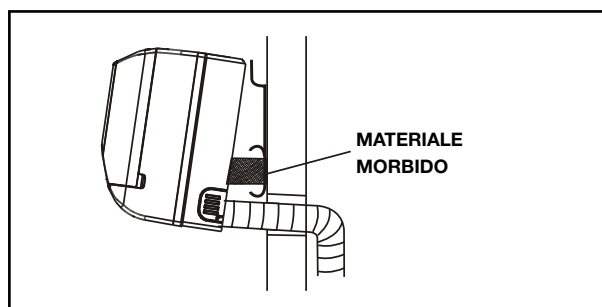

fig.7
3. Inserire uno spessore di materiale morbido tra l'unità e la parete di destinazione, per mantenere parzialmente sollevata la macchina e semplificare così la tracciatura della tubazione (fig. 7). Completata l'operazione, tale spessore andrà rimosso.